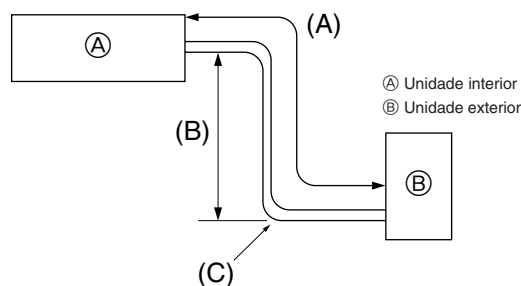

Fig. 5-1
5.1. Tubo de refrigerante (Fig. 5-1)